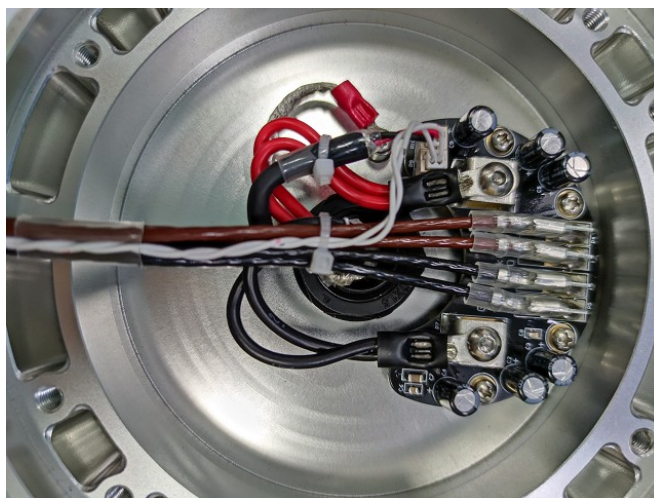

图 3-8: 连接基座关节线
1. 如图 3-8 所示，将基座关节放回基座安装支架，并重新连接电线；